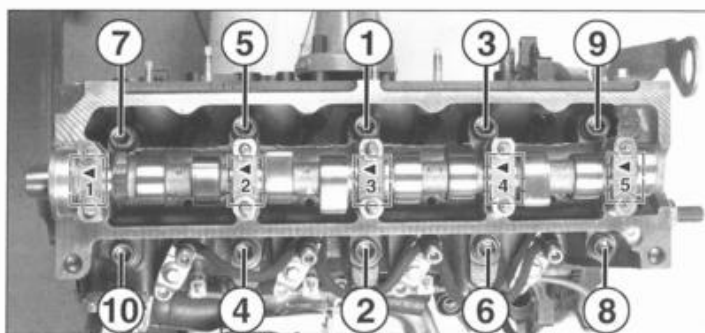

FIG. 39
- apretar los tornillos de culata respetando el orden y el par de apriete prescritos, sin aceitarlos (fig. 39).